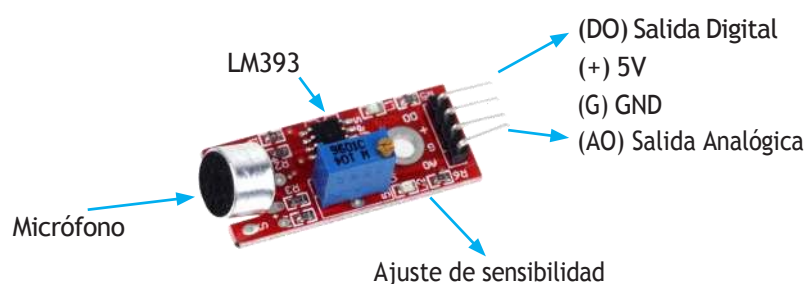

Figura 7.3. Componentes principales del módulo sensor ky-037.
El módulo ky-037 consta de 4 pines (ver figura 7.3): Salida analógica (AO), Tierra (G), Alimentación 5V (+) y Salida digital (DO). Entonces, conecte la salida Digital DO al pin digital 2 de la placa Arduino. A continuación, conecte la línea de alimentación a 5V de Arduino con VCC (+) del sensor. Finalmente, conecte GND de la placa con GND del sensor.
El módulo sensor de sonido ky-037 se basa en el amplificador operacional LM393 y consta de tres componentes relevantes (ver figura 7.3). El primero de estos componentes es el micrófono, que detecta el sonido y lo transmite como señal eléctrica al amplificador LM393. Este último, como dice su nombre, amplifica la señal que luego se transmite